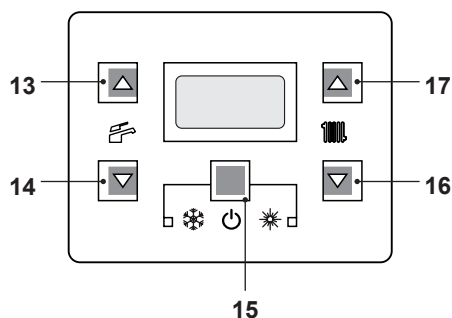
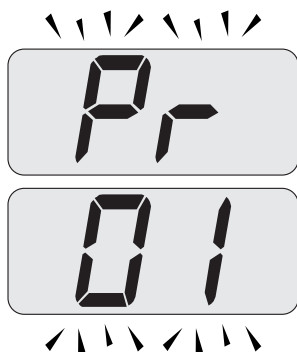
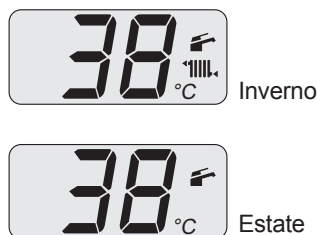

Figura 9.17
Figura 9.18
Figura 9.23
- Entrare in "modalità programmazione" premendo contemporaneamente per 10 secondi i tasti 15 - 16 - 17 (Figura 9.17) fino a far apparire sul display LCD le lettere **Pr** che si alternano con il codice **01**, indicanti l'entrata nel "parametro 01" (Figura 9.18).
- Premere contemporaneamente i tasti 16 e 17 (Figura 9.17) fino a far apparire sul display LCD le lettere **LP** che si alternano con il valore di temperatura dell'acqua di riscaldamento (es. **45**), indicanti l'entrata nell'attivazione della "funzione spazzacamino" alla potenza minima in sanitario (Figura 9.19).
- Premendo il tasto 17 (Figura 9.17) è possibile variare la potenza in modalità spazzacamino: con visualizzazione sul display LCD delle lettere **hP** che si alternano con il valore di temperatura dell'acqua di riscaldamento (es. **32**), siamo in "funzione spazzacamino" alla potenza minima in riscaldamento (Figura 9.20).
- Ripremendo contemporaneamente per 10 secondi i tasti 15 - 16 - 17 (Figura 9.17) si esce dalla "modalità spazzacamino" e si ritorna allo stato di caldaia precedentemente impostato (Figura 9.23).